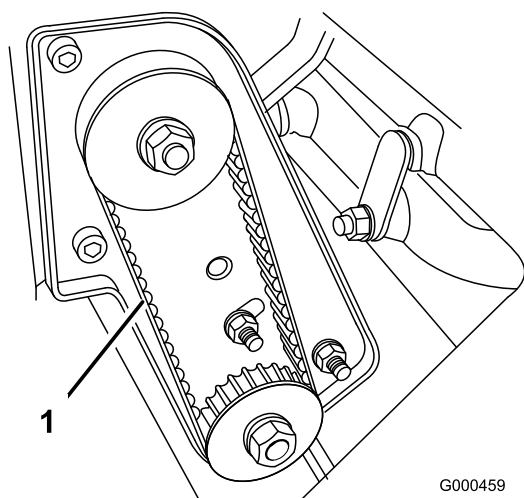

Bild 35
2. Prüfen Sie die Spannung des Riemens (Bild 35). Wenden Sie eine Kraft von $2 \pm 0,5$ kg in der Mitte der Scheiben an. Die Riemendurchbiegung sollte 6,3 mm betragen. Gehen Sie auf den nächsten Schritt, wenn die Durchbiegung nicht ordnungsgemäß ist.